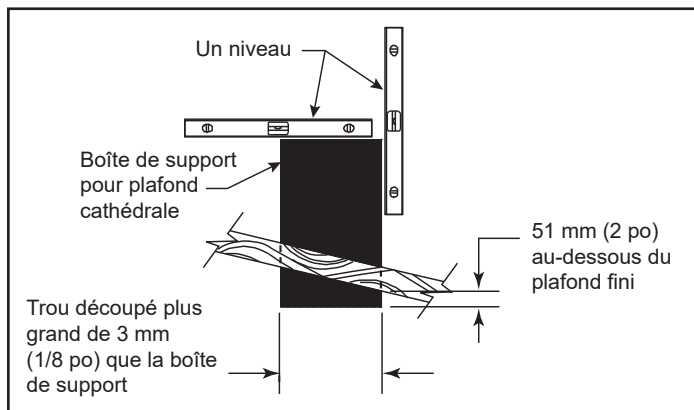

Figure 3.39
Étape 4 – Introduisez la boîte de support dans l'ouverture du toit jusqu'à ce que tous les côtés de son fond dépassent d'au moins 51 mm (2 po) sous le plafond (figure 3.39). Alignez verticalement et horizontalement la boîte de support au moyen d'un niveau. Clouez temporairement la boîte de support en place à travers les murs intérieurs et le revêtement du toit.